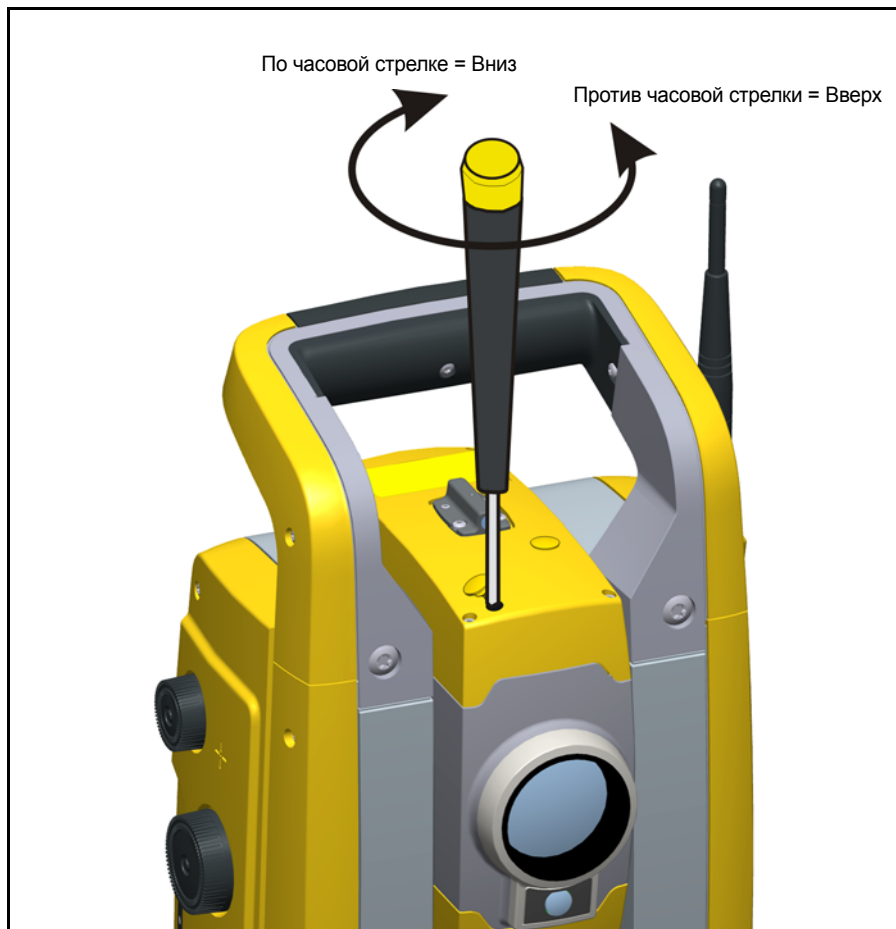

Рис. 4.23. Юстировка вертикального положения
2. Для корректировки вертикального положения лазерного пятна вставьте шестигранный ключ в юстировочный порт вертикального указателя и поверните, как показано на рис. 4.23.